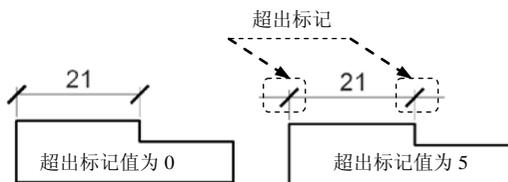

图 8.2.2 设置超出标记
- **超出标记(O):** 文本框: 当尺寸线的箭头采用倾斜、建筑标记、小点、积分或无标记等样式时, 在该文本框中可以设置尺寸线超出尺寸界线的长度。例如将箭头设置为建筑常用的斜杠标记时, 超出标记值为 0 和不为 0 时的效果如图 8.2.2 所示。还可以使用系统变量 **DIMDLE** 设置该项。